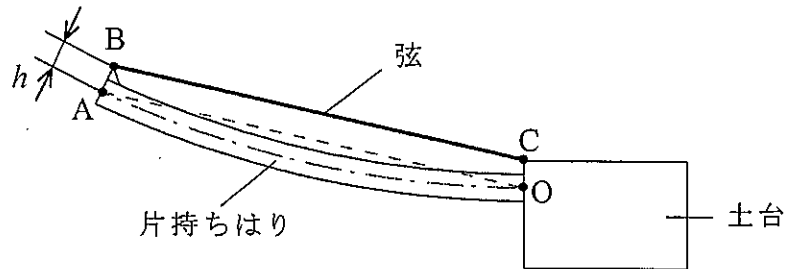

図 3-3
- (5) 弦に張力が作用すると、片持ちはりがたわむ。弦の張力が T のときのはりのたわみを y とするとき、片持ちはりの曲げ剛性を、 T 、 h 、 L 、 y で表せ。ただし、 y は L に比べて十分に小さいものとする。
- (6) 設問(5)の曲げ剛性を実現するために、片持ちはりの材料の持つヤング率 E の条件を、 T 、 h 、 L 、 y 、 w 、 t で表せ。
- (7) 設問(1)で求めた張力で弦を張ったとき、図 3-3 のように片持ちはりがたわんだ。このときの、片持ちはりの先端から固定端までの直線距離 AO と、弦の長さ BC との差を、有効数字 2 桁で求めよ。ただし、 $h=10\text{ mm}$ 、 $L=7.0\times 10^2\text{ mm}$ 、 $w=30\text{ mm}$ 、 $t=10\text{ mm}$ 、 $E=60\text{ GPa}$ とする。